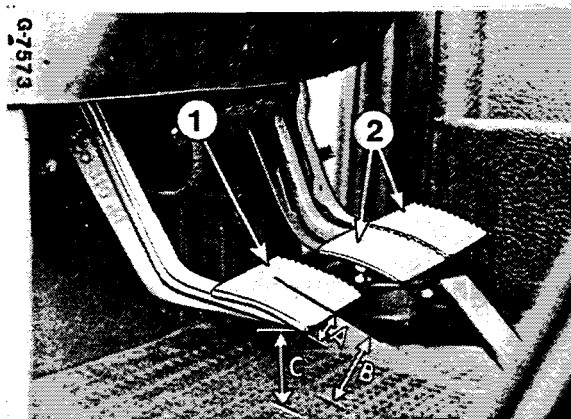
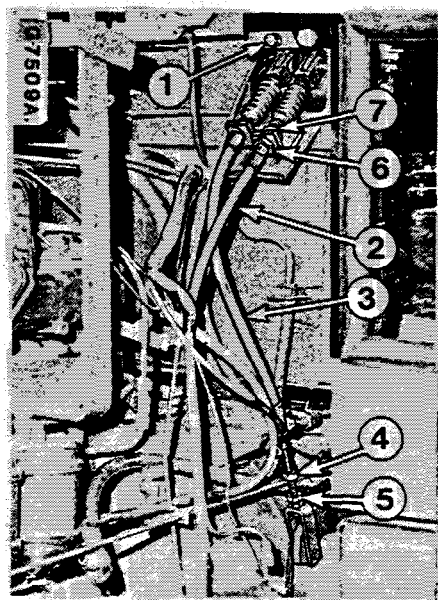

Figure 98
Figure 99
(A) Fig. 98. Au fur et à mesure de l'usure des garnitures cette garde diminue. Un réglage de l'embrayage doit être effectué dès que cette garde n'atteint plus que 10mm. Pour ce faire, procédez de la façon suivante :
Desserrez le contre-écrou (5), Fig. 99. Tournez la vis de réglage (4) jusqu'à obtenir une mesure correcte de la garde.
Vérifiez la distance au plancher (C) et la course de la pédale (B), Fig. 98. Au besoin, desserrez le contre-écrou et réglez au niveau de la vis d'arrêt (1) Fig. 99.
Pour régler l'embrayage de prise de force desserrez le contre-écrou (6) Fig. 99.